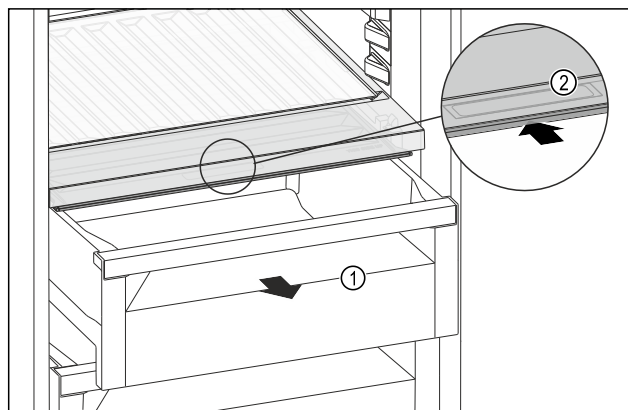

Fig. 159
- Tërhiqni jashtë sirtarin Fig. 159 (1).
- Kapni dorezën e futur Fig. 159 (2) në kapakun e ndarjes dhe në të njëjtën kohë shtyni për prapa kapakun e ndarjes.